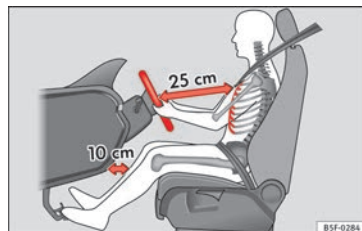

Fig. 71 Distancia correcta entre el conductor y el volante.
- Ajuste el volante de modo que quede una distancia mínima de 25 cm entre el volante y el tórax » **fig. 71.**
- Coloque el asiento del conductor de forma que quede una distancia mínima de 25 cm entre el tórax y el centro del volante » **fig. 71.** Si la distancia es inferior a los 25 cm, el sistema de airbags no puede protegerle correctamente.